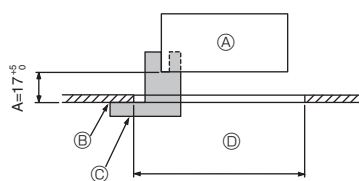
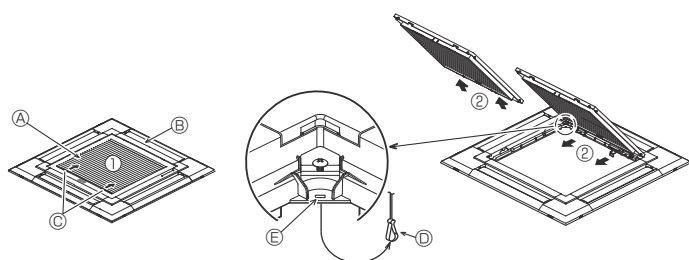
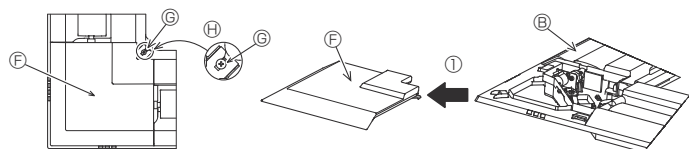

Fig. 9-2
Fig. 9-3
Fig. 9-4
①	Grill	1	950 × 950 (mm)
②	Installationstolk	1	(Indelat i 4 delar)
③	Skruv (4 × 16)	1	för PLP-6EAE, PLP-6EALAE, PLP-6EALME
④	i-see sensor hörnpanel	1	för PLP-6EAE, PLP-6EALAE, PLP-6EALME
⑤	Trådlös fjärrkontroll	1	för PLP-6EALM, PLP-6EALME
⑥	Fjärrkontrollens hållare	1	Ingår i enheter med trådlös fjärrkontroll.
⑦	LR6 AA-batterier	2	Ingår i enheter med trådlös fjärrkontroll.
⑧	3,5 × 16 självgående skruvar	2	Ingår i enheter med trådlös fjärrkontroll.
9.2. Förberedelser för fäste av grillen (Fig. 9-2)
- Använd tolken ② som medföljer satsen för att justera och kontrollera placeringen av huvudenheten i förhållande till takytan. Om huvudenheten inte är korrekt placerad i förhållande till takytan kan luftläckage uppstå eller kondens samlas.
- Ⓒ Installationstolk ② (isatt i huvudenheten)
9.2.1. Demontering av sugsgrillen (Fig. 9-3)
- Skjut armarna i den riktning som visas på pilen ① för att öppna grillen.
- Med sugsgrillen i läge "öppen", ta bort gångjärnen på sugsgrillen från grillen som visas med pilen ②.
9.2.2. Demontering av hörnpanel (Fig. 9-4)
- Lossa de 4 skruvarna på hörnpanelen. Skjut hörnpanelen i pilens riktning ① i figuren och ta bort hörnpanelen.
[Fig.9-3] [Fig.9-4]